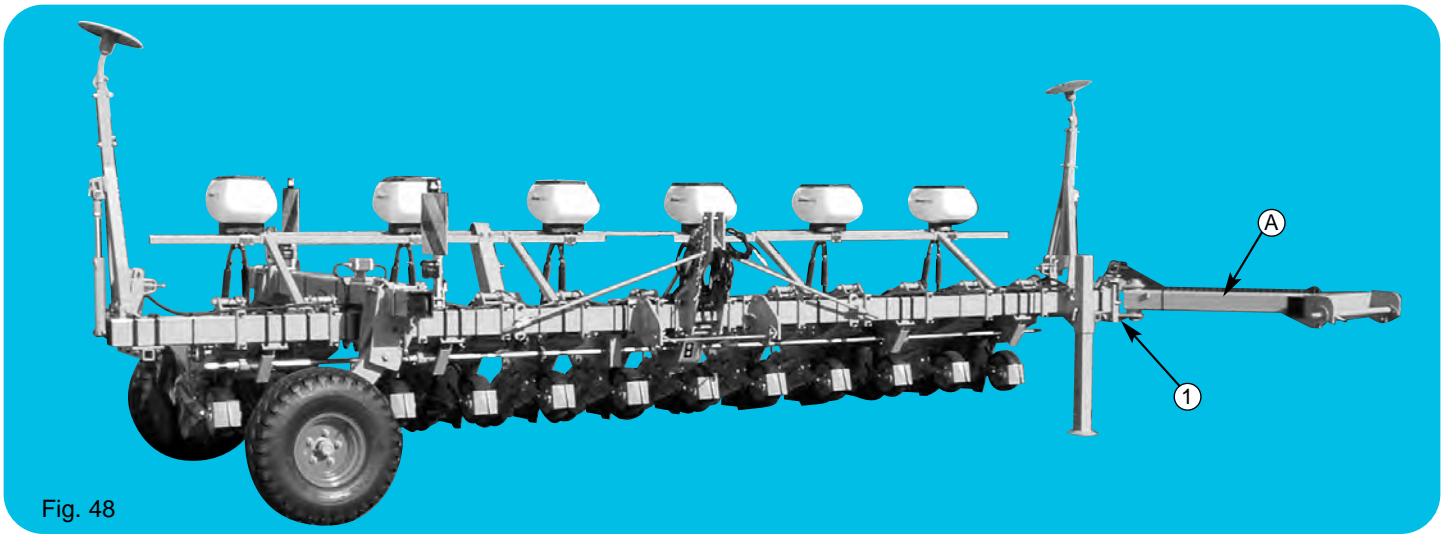

Fig. 48
- Bloquer la béquille en position basse (voir fig. 48).
- Lock the stand in lower position (see fig. 48).
- Die Deichselstütze in niedriger Position blockieren (siehe Abb. 48).
- Bloccare la marretta in posizione bassa (vedi fig. 48).